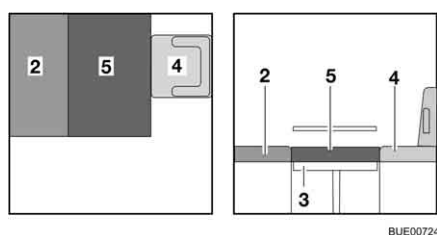

Bild 76 Efter ombyggnaden
- Lägg extradynan (Bild 76,5) på bordet.
- Skjut förarstolen (Bild 76,4) bakåt vid behov.